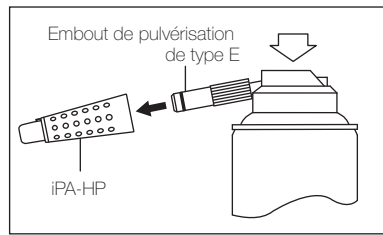

Fig. 7
- 3) Positionnez l'embout de pulvérisation sur l'embout de l'orifice de pulvérisation sur la bombe d'aérosol. (Fig. 7)
- 4) Insérez l'embout de pulvérisation à l'arrière de l'insert de pièce à main (IPA-HP). Tenez l'insert de pièce à main et pulvérisez 2-3 fois pendant environ 2-3 secondes à chaque fois. Vaporisez du lubrifiant jusqu'à ce qu'il en ressorte de la tête de l'insert de pièce à main pendant au moins 2 secondes. (Fig. 7)